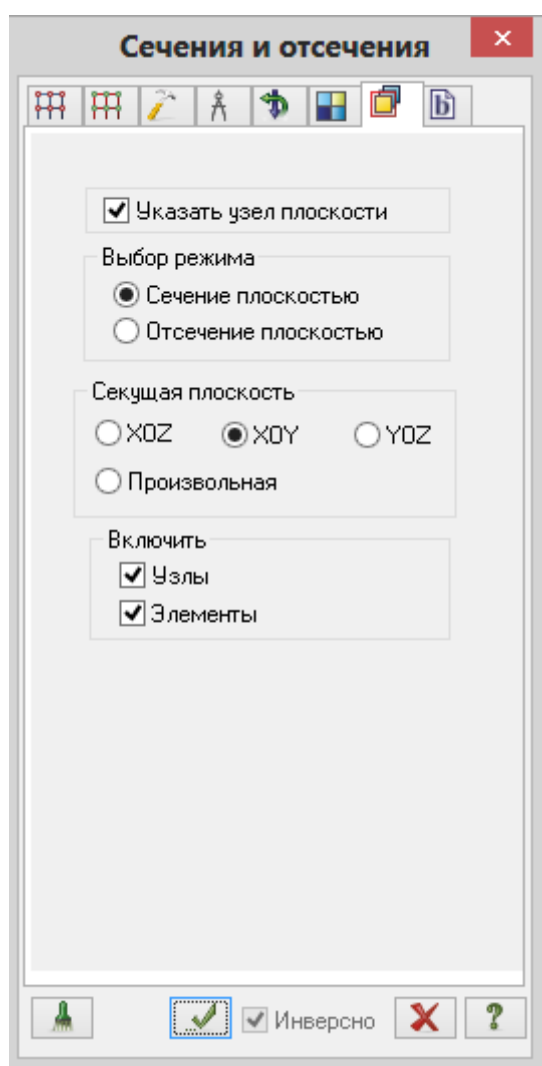

Рис.4.8. Диалоговое окно
- Вызовите диалоговое окно **ПолиФильтр** щелчком по кнопке  – **ПолиФильтр** на панели инструментов **Панель выбора** и перейдите на предпоследнюю закладку **Сечения и отсечения** (рис.4.8).